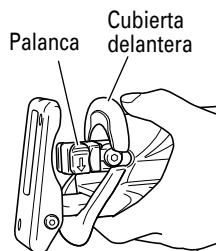

Fig. 2
(1) Conecte y desconecte varias veces el gatillo interruptor de manera que la palanca pueda salir completamente de la cubierta delantera (Fig. 2). Seguidamente, desconecte el interruptor y desenchufe el cable de alimentación.
- No desmonte la cubierta delantera (consulte la Fig. 2).